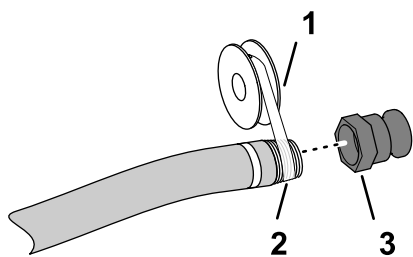

Figura 5
5. Aplique sellador de tuercas de PTFE (Figura 5) a las tuercas del acoplamiento de la manguera de llenado (rosca americana cónica para tubos de 1").
6. Enrosque el acoplamiento de desconexión rápida en la manguera de llenado y ajústelo a mano (Figura 5).